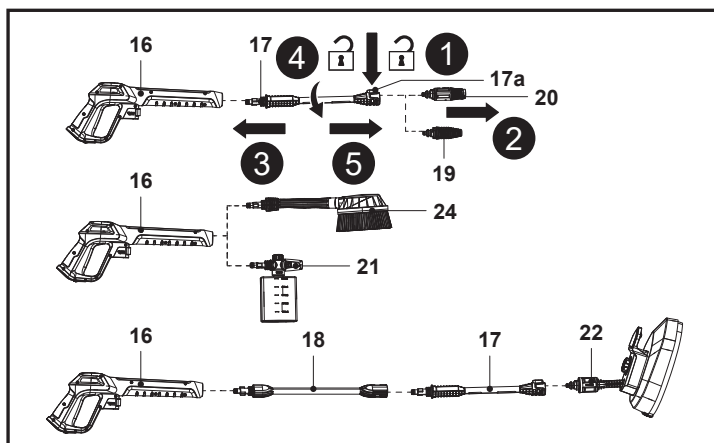

Fig. 6
**i** **NOTA:** Quando dois componentes estão corretamente conectados, não é possível separá-los puxando-os diretamente para fora. Todos os acessórios da pistola de pulverização (16) devem ser inseridos na pistola para uma utilização adequada.
- Para desconectar o bocal, prima o botão de bloqueio (17a), mantendo-o no lugar e, em seguida, puxe o bocal montado para fora (Fig. 6, passos 1, 2). Volte a instalar o bocal necessário.
- Para desconectar a lança de extensão (17), empurre-a e rode-a para a esquerda para a remover (Fig. 6, passos 3, 4, 5).
- Para desconectar o bocal do recipiente de detergente (21), a escova rotativa (24) ou o cabo extensor (18) da pistola de pulverização (16), empurre e rode para a esquerda para finalizar a remoção. Volte a instalar um acessório da pistola de pulverização necessário.